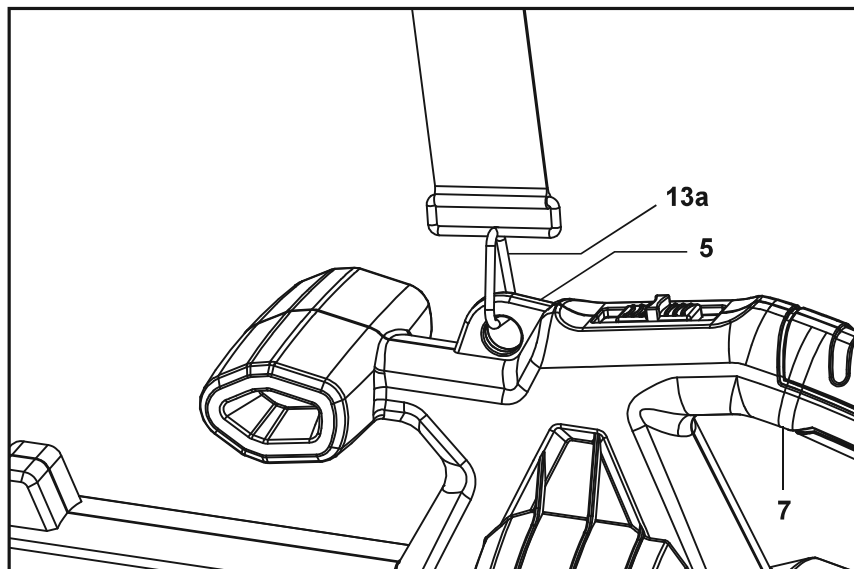

Fig. 6
3. Ajuste la longitud del arnés (13) de forma que el clip de sujeción (13a) quede aproximadamente 15 cm por debajo de su cintura.
4. Fije el clip de sujeción (13a) a la argolla para colgar (5) que verá delante de la empuñadura principal (7) (Fig. 6).